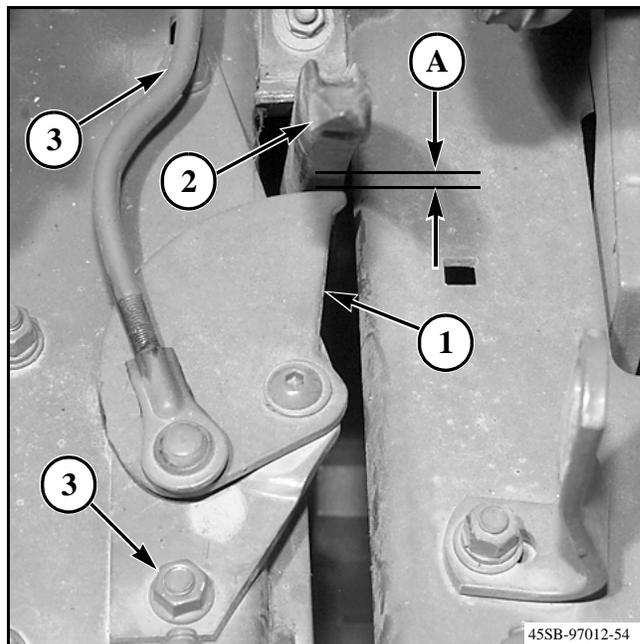

FIG. 41
FIG. 41: Los dedos de envoltura (1) colocan la cuerda desde las agujas (2) en la línea de desplazamiento de la podadera. Los dedos de envoltura deben estar correctamente ajustados. La mayoría de las fallas de amarre se deben al ajuste incorrecto de los dedos.